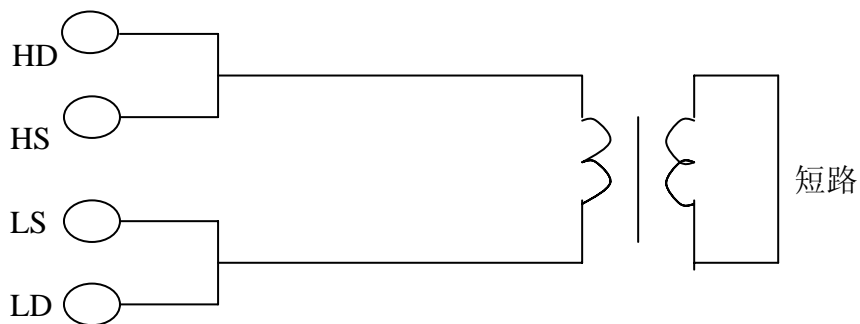

图 3-7 漏电感的测量
**漏电感的测量。**将次级短路测量初级电感量，可测量得到漏感量。见图 3-7。